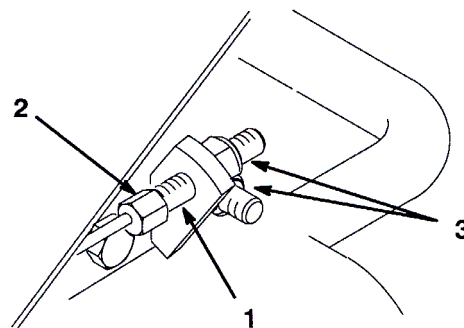

図 52
1. ケーブルの端部についている六角部にスパナを当てて回らないように保持しながら、もう一本のスパナでナットを回して調整する（図52）。